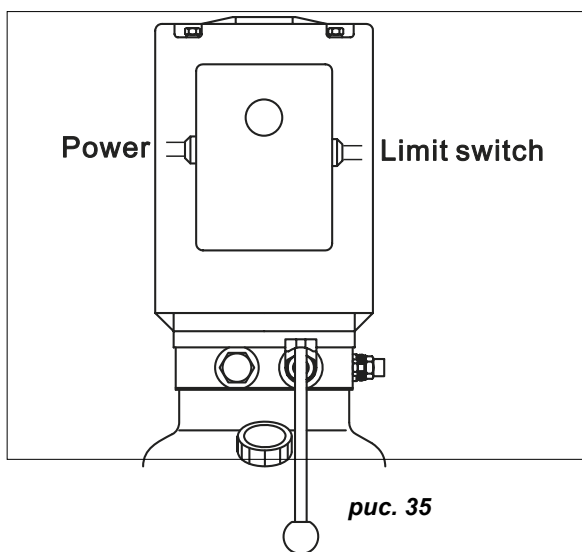

рис. 35
**4.4.3.2** підключити кабель електроживлення і провід датчика-обмежувача до контактної колодки монтажного блоку електродвигуна (рис. 35) згідно зі схемою на стор.4.
**4.4.3.4** Закрити кришку електричного блоку. Натиснути кнопку пуску (рис. 35), напрямок обертання двигуна має відповідати стрілці на корпусі насоса.